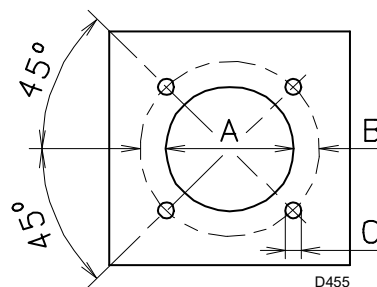

Abb. 13
Die Verschlussplatte der Brennkammer, wie in Abb. 13 durchbohren. Die Position der Gewindebohrungen kann mit dem zur Grundausstattung gehörenden Wärmeschild ermittelt werden.
- Den gesamten Brenner in das vorher vorbereitete Bohrloch des Heizkessels einpassen, wie in Abb. 13 dargestellt, und mit den beige packten Schrauben befestigen.